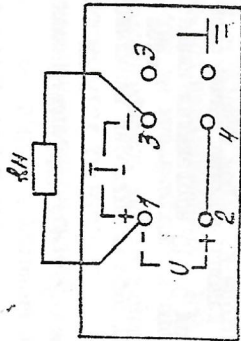

Рис. 14
- 3) подключить токовую нагрузку согласно рис.14.